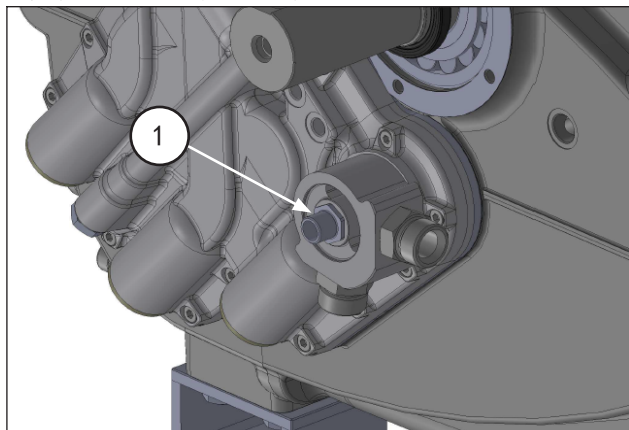
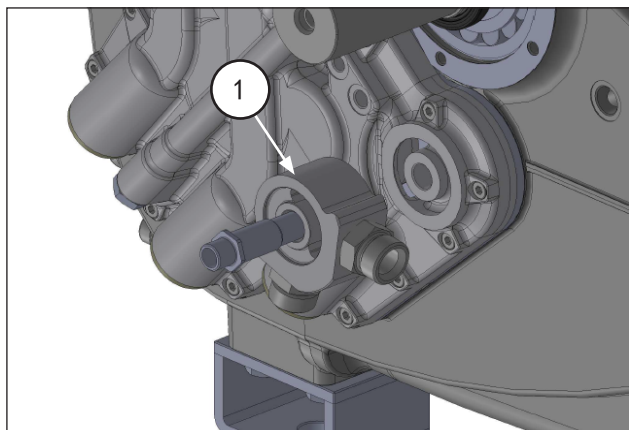

图 19
图 20
拧松机油滤清器交换器接头（位置①，图 19）并拆除空气-油交换器适配器（位置①，图 20）。